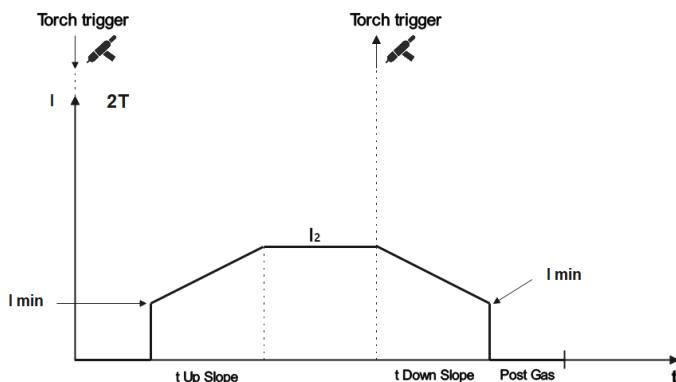

Fig 11.
* 2T – Le gaz commence à s'écouler selon le temps réglé lorsque l'on appuie sur la gâchette de la torche (Torch trigger), et l'arc est établi par LIFTIG (voir Fig.11). Le courant augmente en fonction du temps de UPSLOPE jusqu'à la valeur I₂. Lorsque la gâchette de la torche est relâchée, le courant diminue en fonction de la valeur du courant de DOWNSLOPE. L'arc s'éteint et le temps de POST GAS commence.
** 4T – Le gaz commence à s'écouler selon le temps réglé lorsque l'on appuie sur la gâchette de la torche (Torch trigger). Lorsque la gâchette de la torche est relâchée, l'arc s'établit automatiquement par LIFTIG (voir Fig. 11). Le courant augmente en fonction du temps de UPSLOPE jusqu'à la valeur I₂. Lorsque la gâchette de la torche est enfoncee et relâchée, le courant diminue en fonction de temps de DOWNSLOPE. L'arc s'éteint et le temps de POST GAS commence.